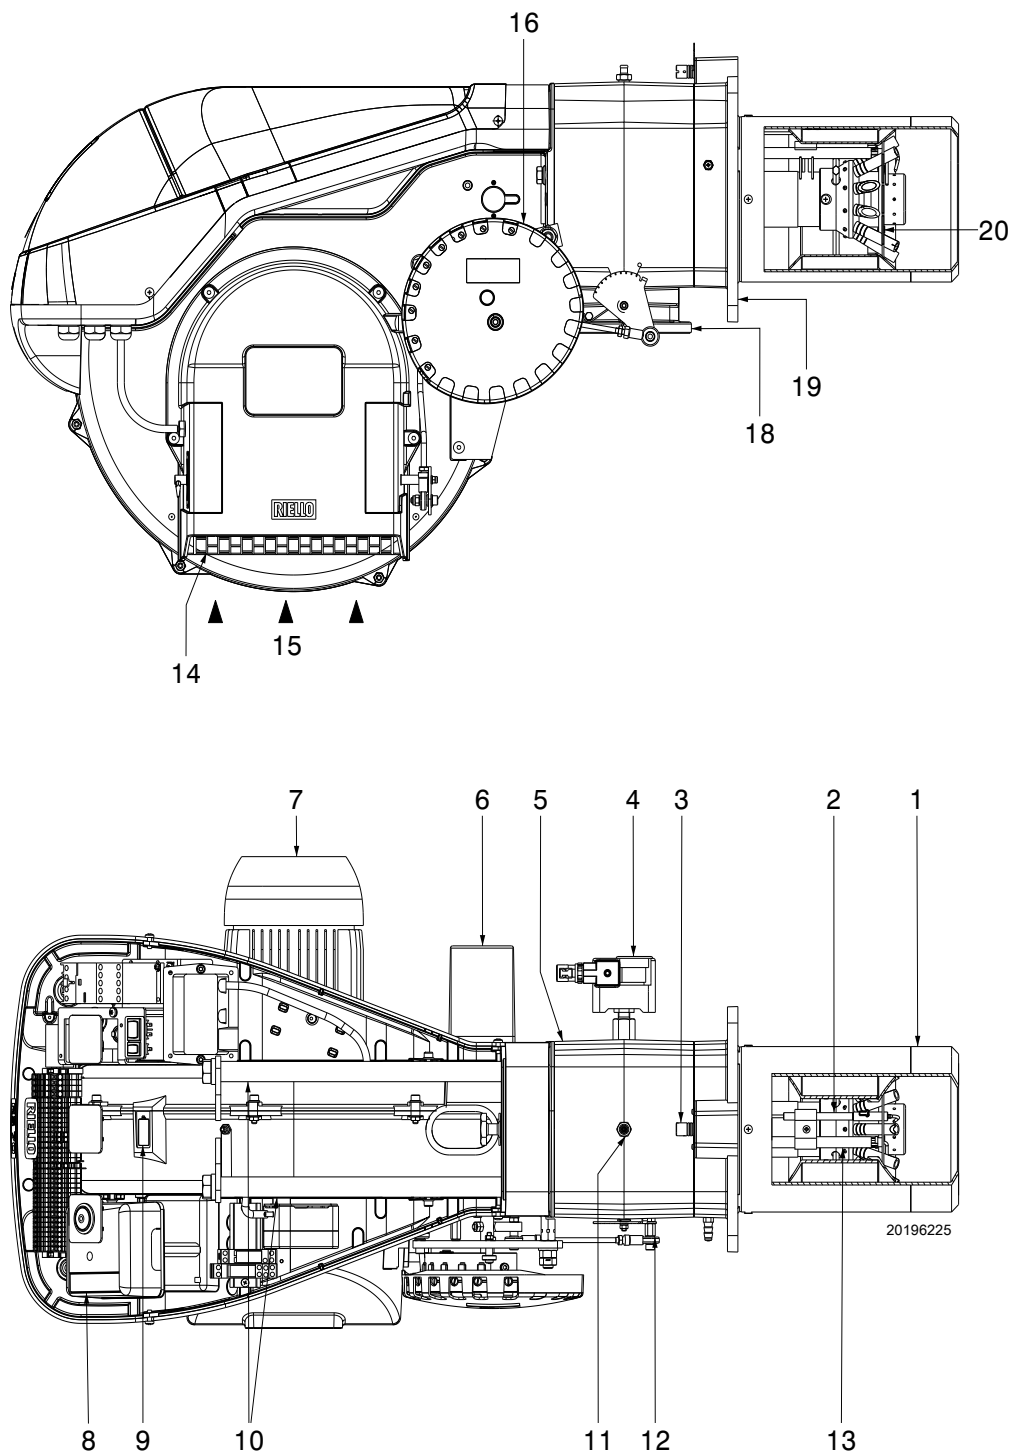

图 4
(1) 参考条件 : 环境温度 20°C - 燃气温度 15°C - 大气压力 1013 mbar - 海拔 0 m a.s.l.
(2) 测试点 11) (第 10 页图 4) 处的燃气压力, 此时炉膛压力为 0 并且燃烧器处于最大出力运行状态。
(3) 噪音测试在制造商燃烧实验室内进行, 燃烧器在测试锅炉上以最大出力运行。声功率以符合 EN 15036 标准要求的“自由场”法测得, 并符合 EN ISO 3746 标准要求的“准确 : 类别 3”的测量精确度。